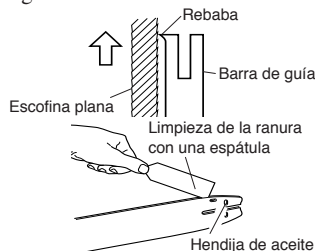

Figura 17 - Mantenimiento de la barra de guía
2. Retire el polvo y la tierra de la ranura de la barra de guía en forma periódica. Para ello, utilice una espátula o un alambre (vea la Figura 17).